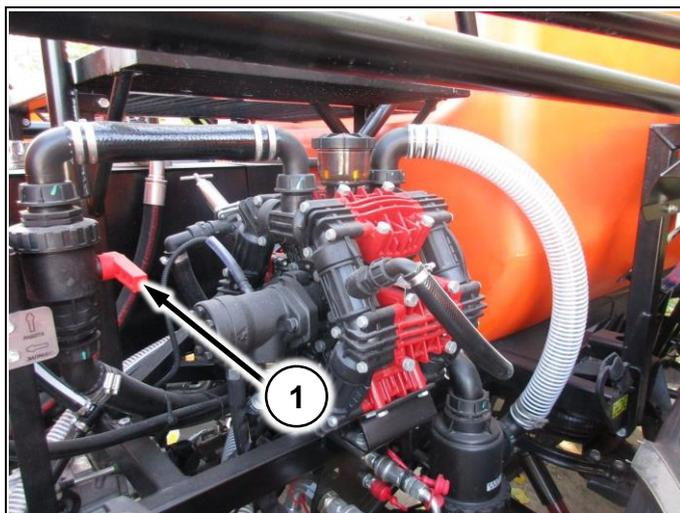

Рис. 127
1. Переведите кран (Рис. 127/1) в положение закрыт;